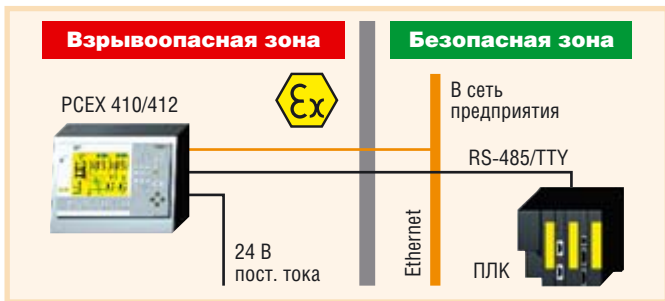

Рис. 20. Соединение ПК VISUEX с ПЛК и сетью предприятия
- соединение с сетью предприятия через Ethernet (рис. 20);